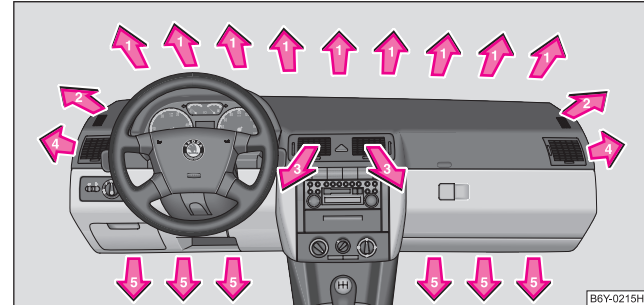

Abb. 88 Luftaustrittsdüsen
- Luftaustrittsdüsen 4 ⇒ Seite 101, Abb. 88 öffnen und zur Seitenscheibe richten
- Luftaustrittsdüsen **3** und **4** ⇒ Seite 101, Abb. 88 öffnen